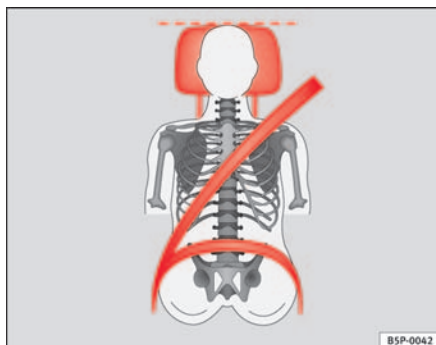
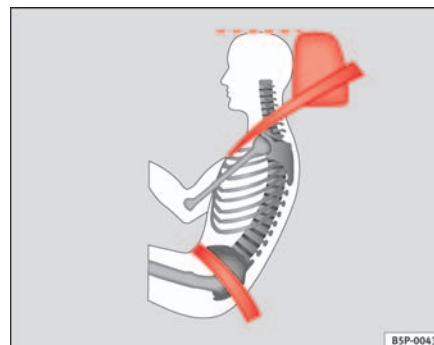

Fig. 68 Visto de frente: apoyacabezas y cinturón ajustados correctamente
Fig. 69 Visto de lado: apoyacabezas y cinturón ajustados correctamente
- Ajuste el apoyacabezas de modo que el borde superior del mismo quede a la misma altura que la parte superior de la cabeza, como mínimo a la altura de los ojos. ⇒ fig. 68 y ⇒ fig. 69.